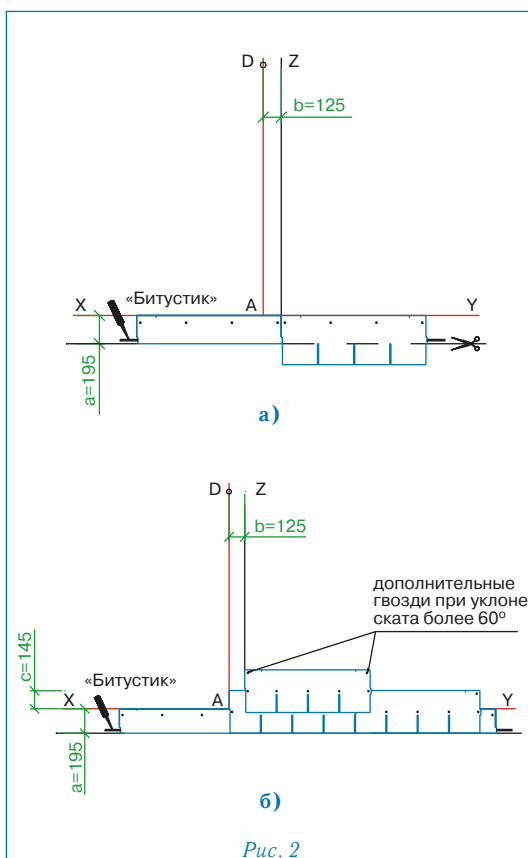

Рис. 2
Укладка материала (рис. 2)
- Начальный ряд формируется из листов черепицы СТАНДАРТ обрезанных по линии образованной конечными точками вырезов. Полученные таким образом полосы шириной 19,5 см укладываются по линии карниза в обе стороны от линии Z (рис. 2а) и фиксируются по нижнему краю битумной мастикой «Битустик», а по верхней кромке 4 гвоздями (ось гвоздей на 5 см ниже верхнего края полосы);
- далее первый ряд черепицы укладывается от линии AD (рис. 2б);
- второй ряд укладывается от линии Z (со смещением 12,5 см от AD) (рис. 2б);
Каждый лист черепицы СТАНДАРТ крепится 5 гвоздями (ось гвоздей на линии битумных клеевых полос) таким образом, чтобы гвоздь прошивал и верхний край нижележащего листа черепицы (рис. 2б).